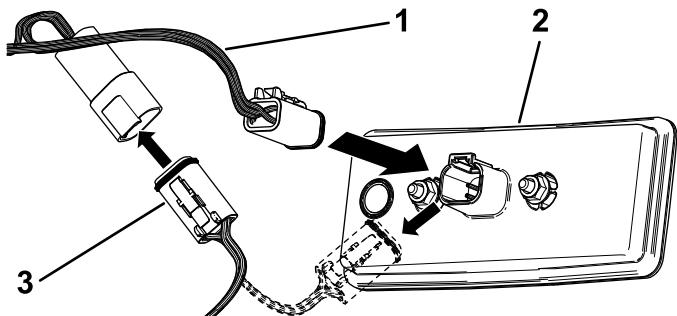

**Figure 2**
- **Workman GTX** : fixez le support sur le dessous du plateau de chargement à l'aide de 4 boulons à embase hexagonale (5/16" x 3/4") (A de Figure 2).
- **Workman MDX** : retirez les 2 boulons à embase existants sous le plateau de chargement et utilisez-les pour monter le support (B de Figure 2).
- **Workman HDX** : retirez les 4 boulons à embase existants de la plaque d'attelage et utilisez-les pour monter le support (C de Figure 2).